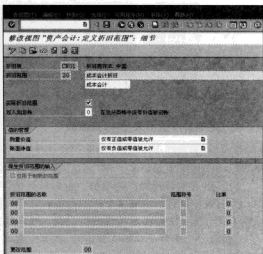

图 10-33 定义是否“过入到总账”
STEP 5 选择“实际折旧范围”选项，可以在“过入到总账”字段中填写 0，以便对资产单独统计分析，不过账到总账，如图 10-33 所示。